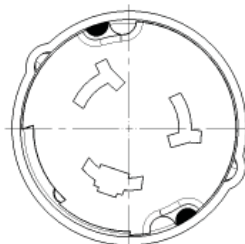

Fig. 2
- Faire glisser le carter jusqu'au porte-lames et aligner les deux griffes à l'intérieur du carter avec les deux encoches moulées dans le corps de la fiche. Pousser le carter sur le corps de la fiche et le faire tourner légèrement. Ceci engage les deux griffes dans leur logement dans la face du porte-lames pour l'empêcher de se défaire. Voir la Fig. 2 (Les griffes sont montrées en noir).